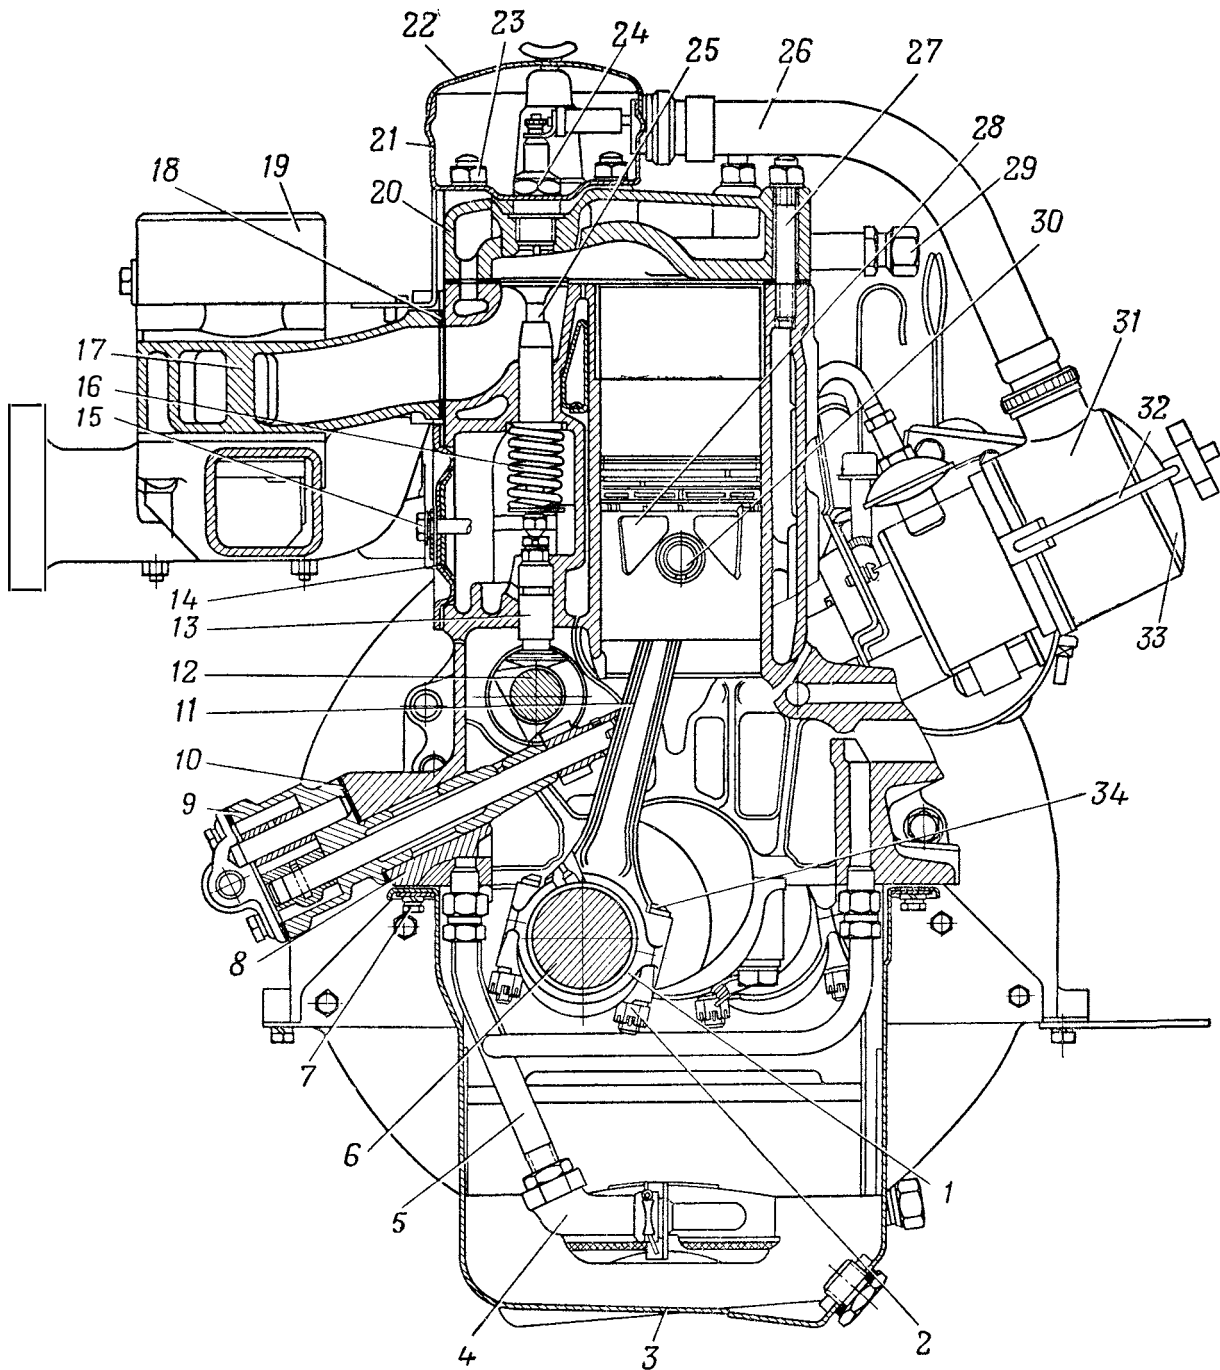

Рис. 48. Двигатель (поперечный разрез):
38. Вставить приемник термометра охлаждающей жидкости в штуцер 29 (рис. 48) головки блока и закрепить гайкой.
4. Поставить коленчатый вал 6 (рис. 48) двигателя в положение, соответствующее верхней мертвой точке хода сжатия в первом цилиндре.
4. Покрывать уплотнительную прокладку масляного насоса 9 (рис. 48) тонким слоем сурика или белил и установить на блок цилиндров. Вставить масляный насос в отверстие блока цилиндров так, чтобы фланец насоса был правильно расположен по отноше-
2. Вывернуть болты 7 (рис. 48), снять масляный картер 3 (поддон) и уплотнительные прокладки.